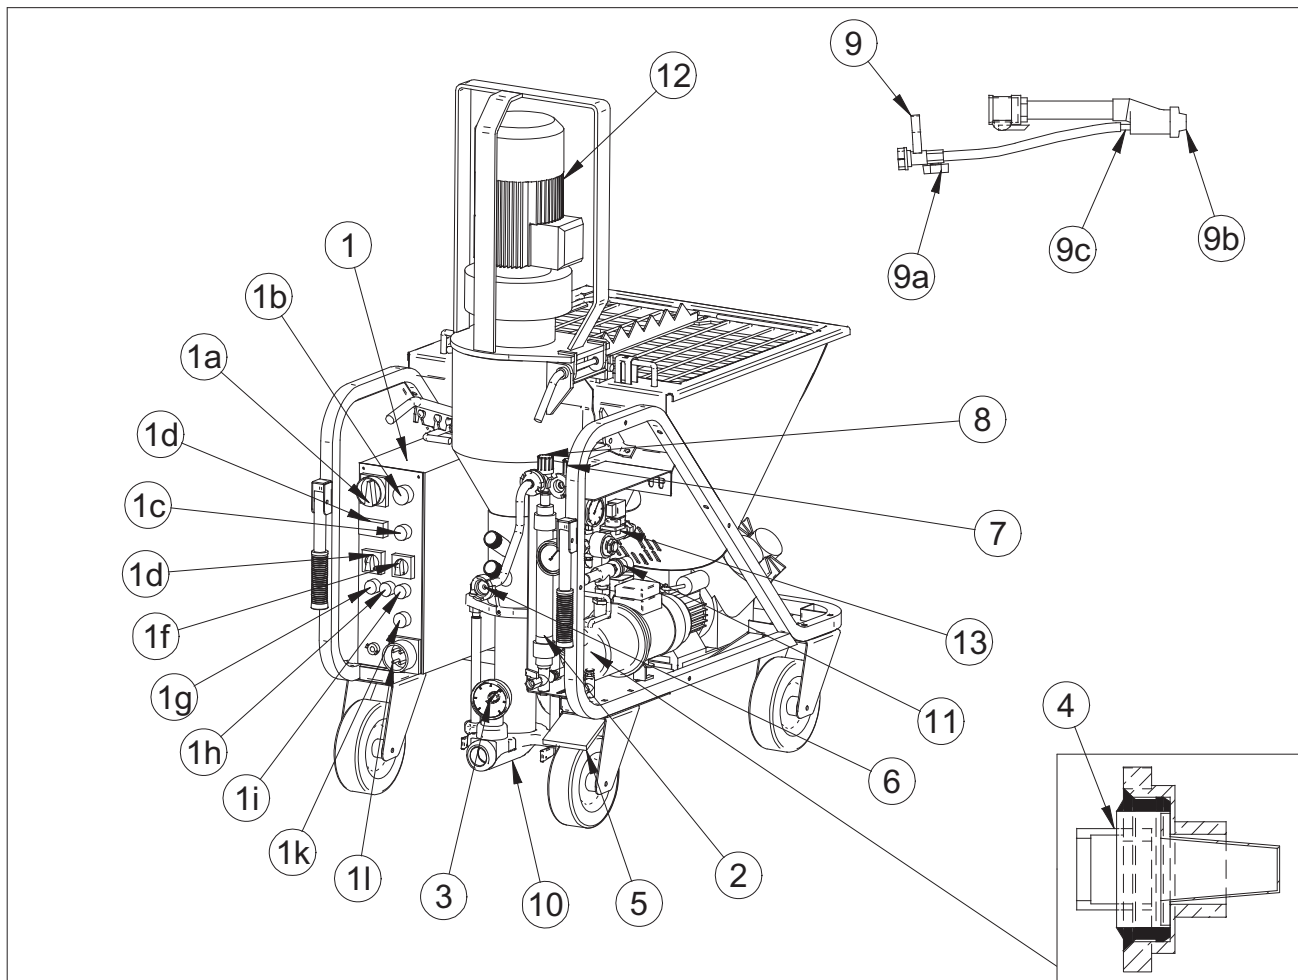

FIG. 10
Cerrar la llave del aire (ref. 9a) de la lanza pulverizadora (fig. 10).